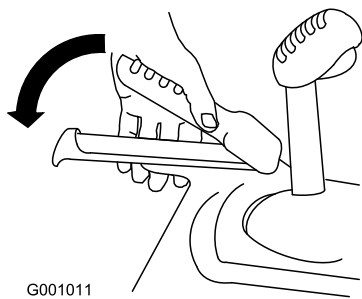

Figura 20
1. Para engatar a transmissão da tração, aperte a alavanca esquerda (tração) para a pega (Figura 20).